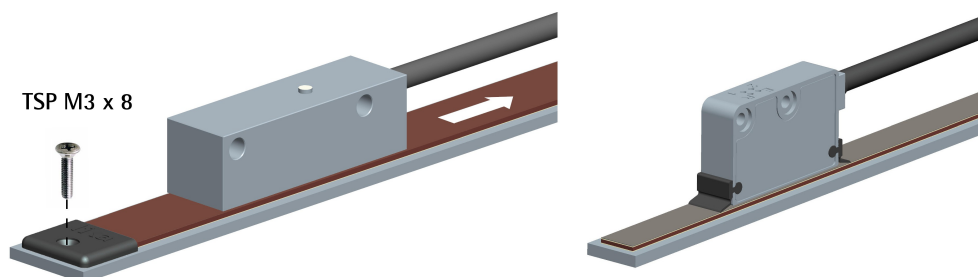
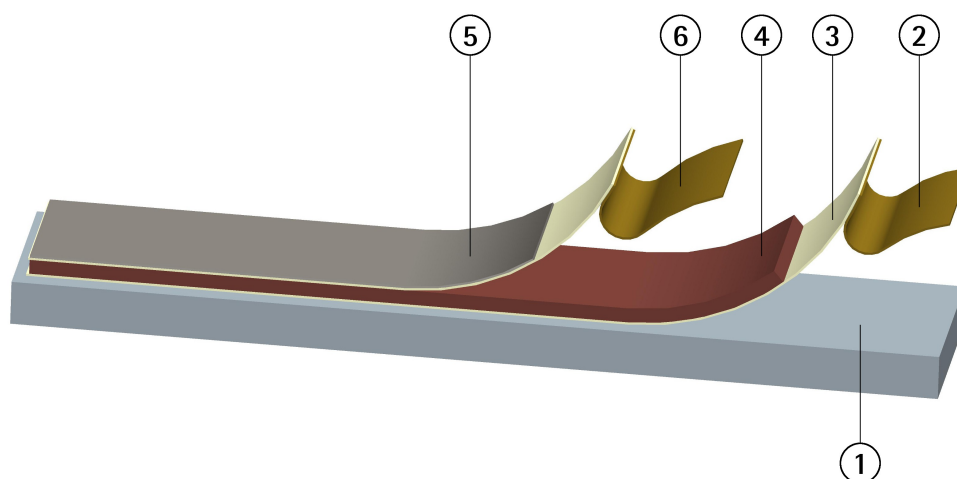

Figura 1 - Montaggio della banda con biadesivo
Figura 2 - Montaggio della banda magnetica
La banda è spedita avvolta in bobine con la superficie magnetizzata rivolta verso l'interno. L'eventuale copribanda è spedito separatamente e deve essere incollato alla banda a cura del cliente secondo le modalità descritte in questo manuale (si veda la sezione "3.8 Montaggio del copribanda (Figura 2)" a pagina 25).
3.7.1 Fissaggio con biadesivo (Figura 1 e Figura 2)
- se fornito, montare il copribanda **5** come descritto nella sezione "3.8 Montaggio del copribanda (Figura 2)" a pagina 25.
- Installare la banda magnetica come descritto nella sezione "3.7.1 Fissaggio con biadesivo (Figura 1 e Figura 2)" a pagina 18;
Nel caso di lettura sulla superficie esterna dell'arco o della circonferenza il raggio di curvatura non dovrà essere inferiore a 100 mm per MTI; e inferiore a 75 mm per MTLA. Nel caso invece di lettura sulla superficie interna dell'arco o della circonferenza il raggio di curvatura minimo sarà di 50 mm (solo per MTI). Provvedere al fissaggio della banda come descritto per le applicazioni lineari alla sezione "3.7.1 Fissaggio con biadesivo (Figura 1 e Figura 2)" a pagina 18.
3.8 Montaggio del copribanda (Figura 2)